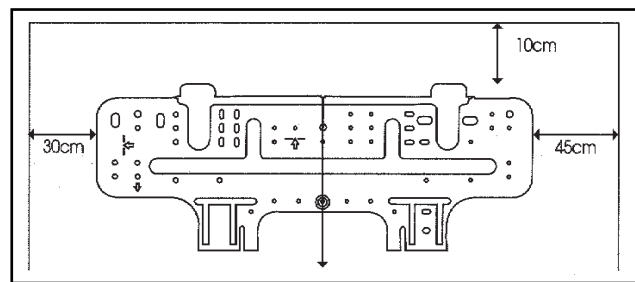

FIGURA 19
- Fixe-o à parede com parafusos auto-atarraxantes através dos furos próximos à borda externa dele como mostrado na figura 19 (Coloque parafusos em todos os furos superiores). Instale-o de modo que possa resistir ao peso da unidade.